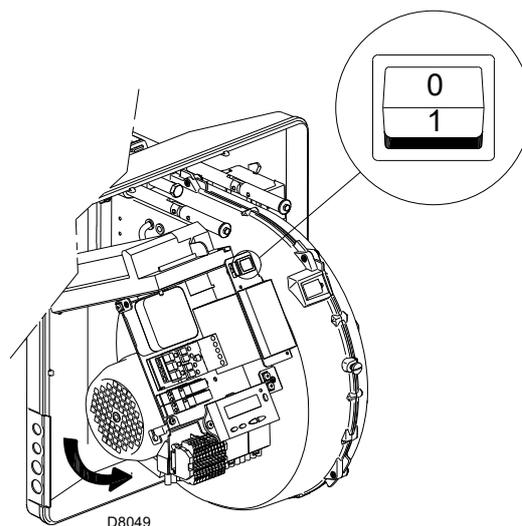

Abb. 31
Schließen Sie die Thermostate/Druckwächter und bringen Sie den Schalter in Abb. 31 in Position "1".
Stellen Sie sich, sobald der Brenner startet, vor dem Kühlgebläse des Gebläsemotors auf und prüfen Sie, ob sich dieses entgegen dem Uhrzeigersinn dreht. Siehe Abb. 31.
- Stellen Sie den Schalter von Abb. 31 in Position "0" und warten Sie ab, dass das Steuergerät die Abschaltphase ausführt;
Der Brenner befindet sich im Wartestatus bei Wärmeanfrage oder der Wahlschalter "0-1" (Abb. 31 auf Seite 33) steht auf Position "0".
Mit dem Wahlschalter **"0-1"** von Abb. 31 auf Seite 33 schaltet der Brenner nicht sofort aus, sondern es wird die Abschaltphase ausgeführt.